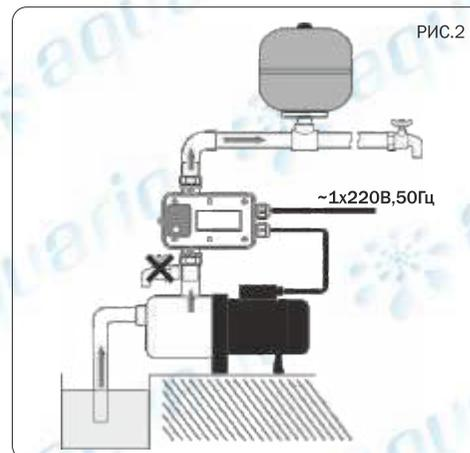

РИС.2
5.1 Реле PRESSCONTROL устанавливается в напорной магистрали насоса между насосом и первой точкой водоразбора (рис.2). Не допускаются точки водоразбора между насосом и устройством. Обратите внимание, что направление потока воды, проходящего через устройство допустимо только в одном направлении согласно рис.2.
Внимание: Если в системе устанавливается гидроаккумулятор (мембранный бак), то он должен быть установлен в напорной магистрали после реле по ходу движения воды от насоса (рис.2). Методика расчета объема бака и его настройки в данном руководстве не приводится.